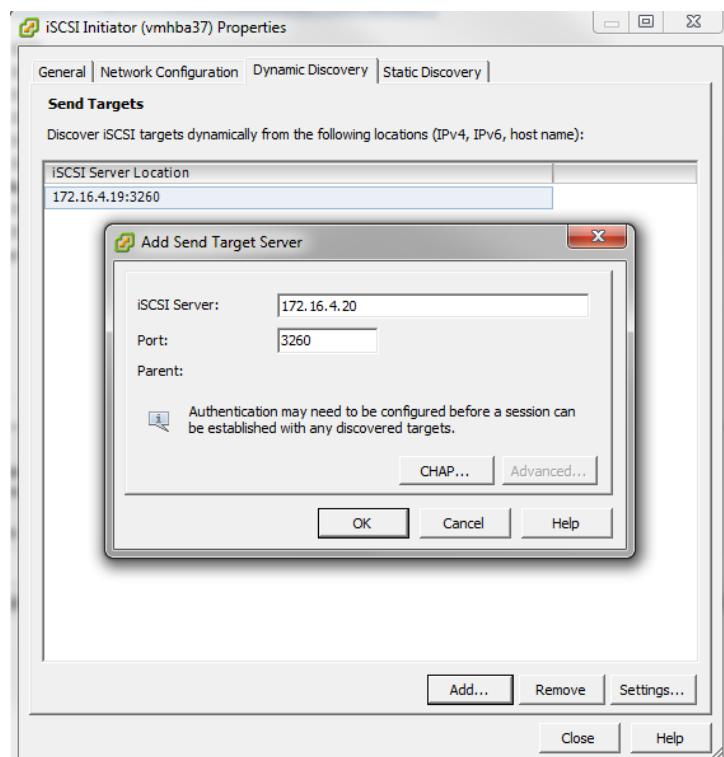

Рисунок 107 - Подключение к iSCSI Targets. Свойства
1) Перейти на вкладку «Configuration» → «Storage Adapters» → «iSCSI Software Adapters» (см. Рисунок 107).